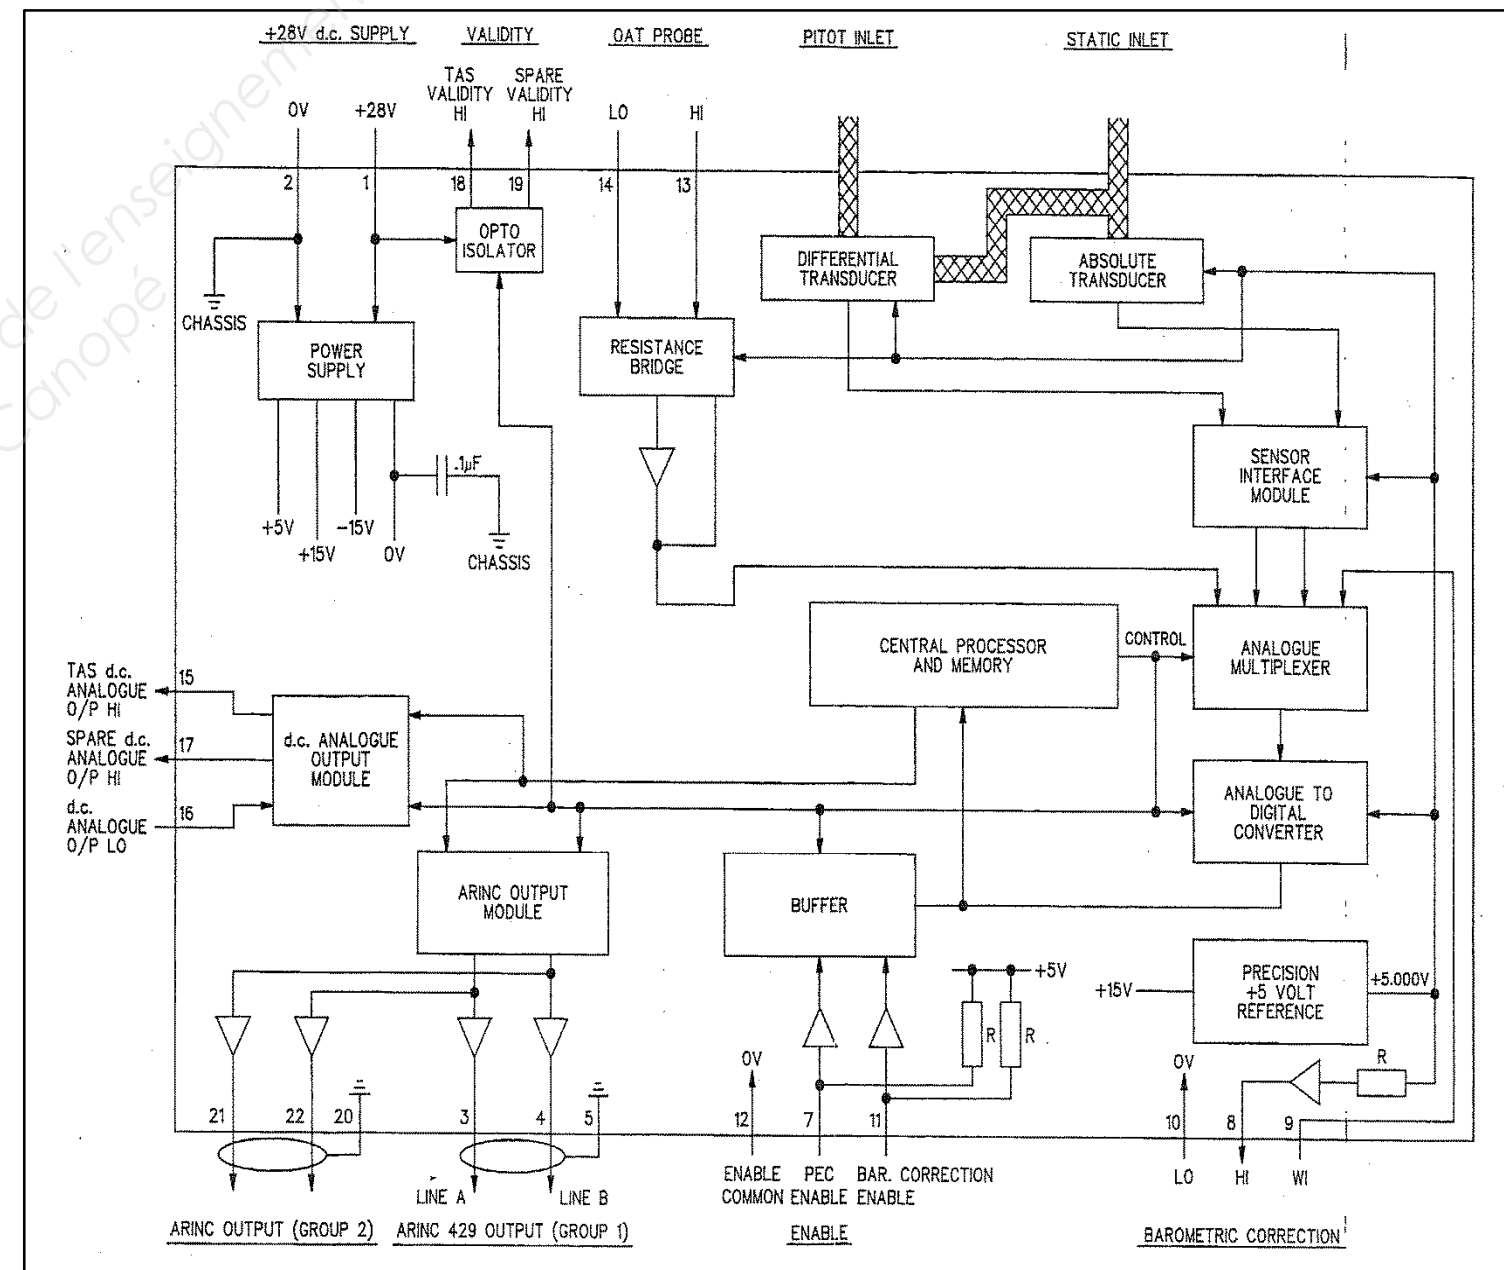

Fig.5 : Schéma interne de l'ADC
b) Fonctionnement détaillé de l'ADC (Figure 5 page 6)